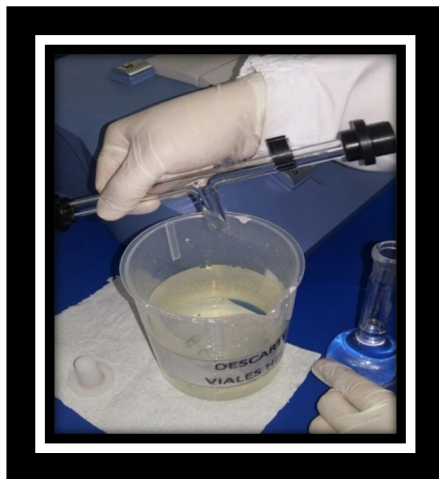

Figura 19
- 6.4.4 Se descarta el agua utilizada en el beaker de descarte designado para el polarímetro.(Figura 19)